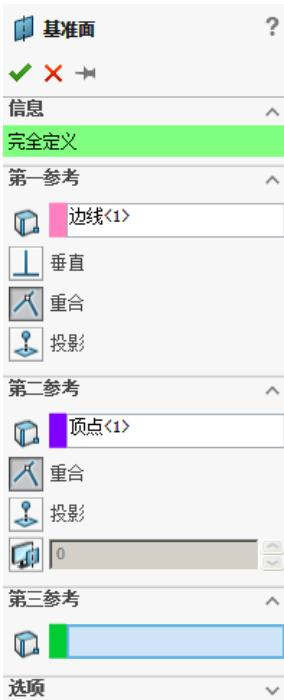

图 5.15.2 “基准面”对话框
Step2. 选择命令。选择下拉菜单 **插入(I)** → **参考几何体(G)** → **基准面(P)...** 命令（或单击“参考几何体”工具栏中的 按钮），系统弹出图 5.15.2 所示的“基准面”对话框。
Step2. 选择命令。选择下拉菜单 **插入(I)** → **参考几何体(G)** → **基准面(P)...** 命令（或单击“参考几何体”工具栏中的 按钮），系统弹出如图 5.15.2 所示的“基准面”对话框。